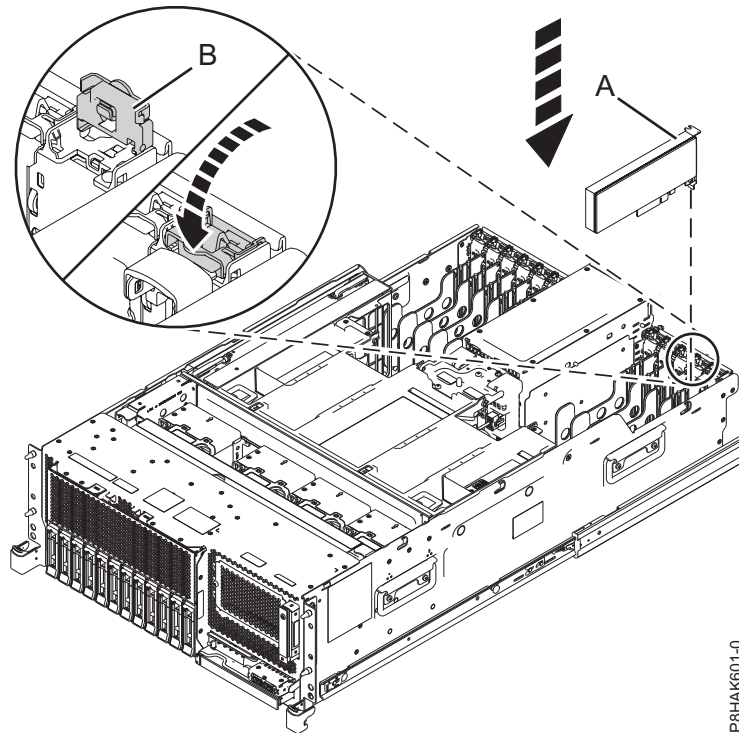
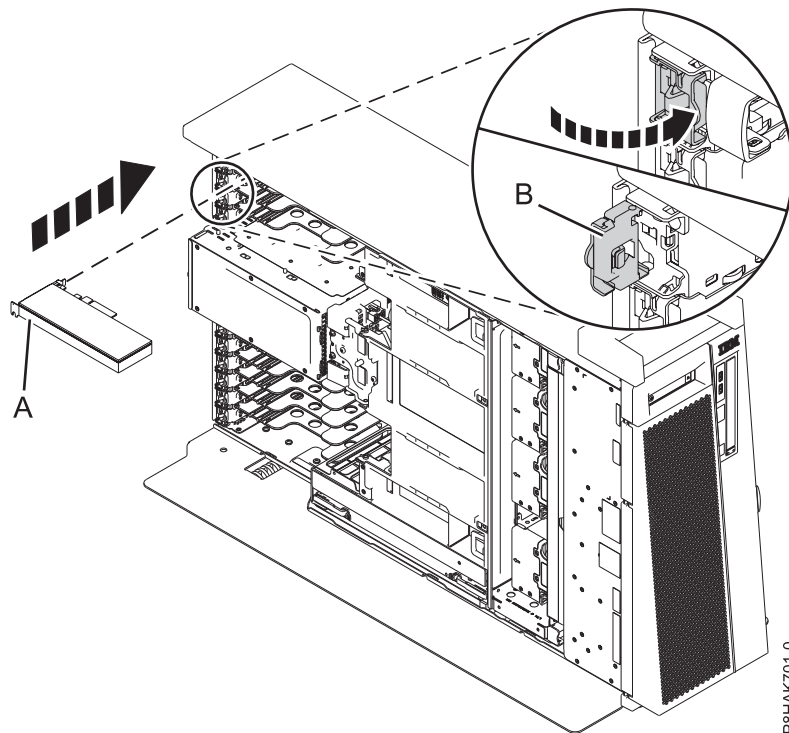

Figura 21. Instal·lació o substitució d'un adaptador PCIe en un sistema muntat en bastidor
Figura 22. Instal·lació o substitució d'un adaptador PCIe en un autònom sistema 8286-41A
6. Si el pestell d'adaptador (B) de la ranura de destinació encara no està en la posició d'obertura, estireu el pestell fins que es col·loqui en posició d'obertura fent-lo girar cap a fora del clip de la part posterior del sistema, tal com es mostra a la Figura 21 a la pàgina 24 i Figura 22 a la pàgina 24.
7. Agafeu amb compte l'adaptador per l'extrem superior o per la contrapunta i alineu-lo amb la ranura i el seu connector de la placa posterior del sistema (A), tal com es mostra a Figura 21 a la pàgina 24 i Figura 22 a la pàgina 24.
9. Per bloquejar l'adaptador dins la seva ranura, feu girar el pestell d'adaptador (B) en la direcció que es mostra a la Figura 21 a la pàgina 24 i Figura 22 a la pàgina 24.